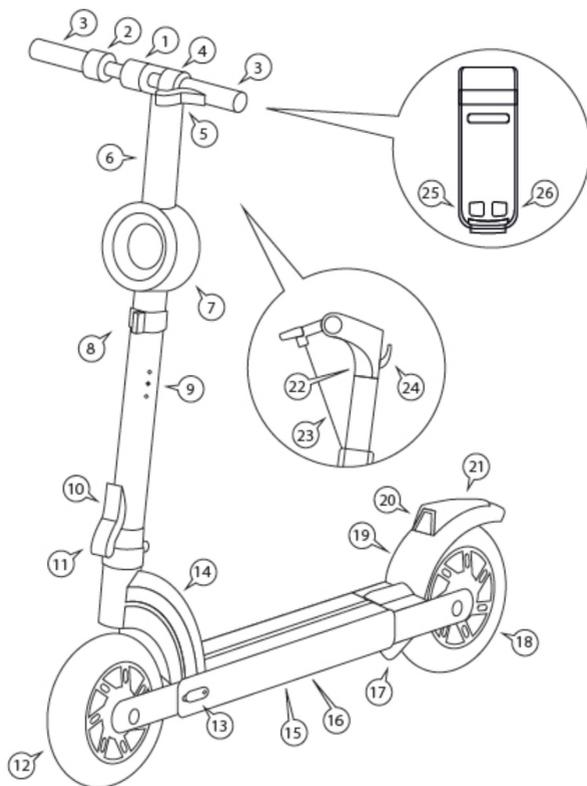
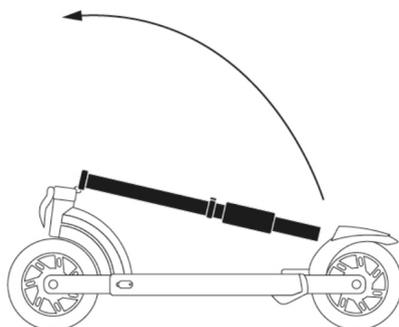
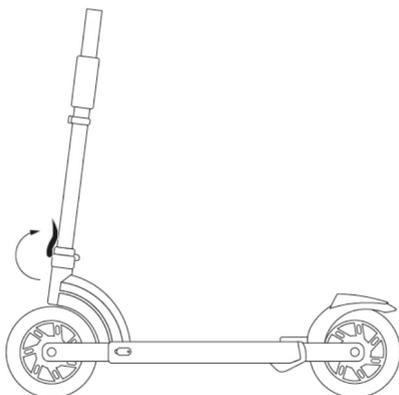
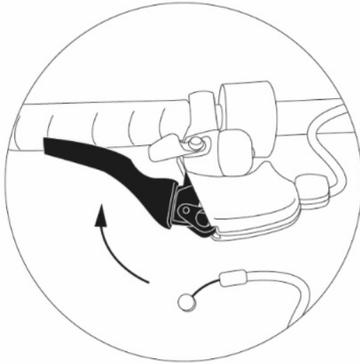

Figura 2 - Componentes del patinete
Figura 9 - Colocación de la columna de dirección
Figura 10 - Cierre de la palanca de desbloqueo
Figura 14 - Instalación del latiguillo de freno de disco 1
1. Asegurarse de que la palanca de bloqueo/desbloqueo **(véase el punto 11 Tabla 1 - Detalle de los componentes del patinete y Figura 2 - Componentes del patinete)** esté completamente abierta (orientada hacia abajo) y levantar la columna de dirección hasta el final de su recorrido **(véase Figura 9 - Colocación de la columna de dirección)**.
2. Subir la palanca de bloqueo/desbloqueo hasta el tope **(véase Figura 10 - Cierre de la palanca de desbloqueo)** y asegurarse de que el sistema de seguridad esté conectado **(véase el punto 10 Tabla 1 - Detalle de los componentes del patinete y Figura 2 - Componentes del patinete)**.
2. Presionar a tope la palanca del freno mecánico (**véase el punto 5 Tabla 1 - Detalle de los componentes del patinete y Figura 2 - Componentes del patinete**). Dejar salir el seguro mecánico del latiguillo freno (**véase Figura 14 - Instalación del latiguillo de freno de disco 1**).
3. Introducir la cabeza cilíndrica del latiguillo de freno en el seguro mecánico, dejándolo entrar por la parte inferior (**véase Figura 14 - Instalación del latiguillo de freno de disco 1**).